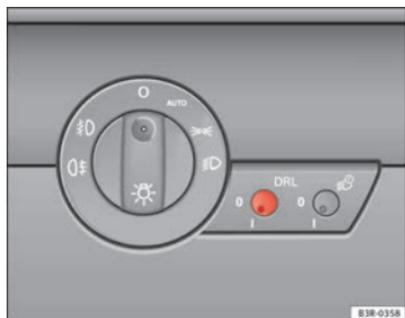

Fig. 89 Commande d'éclairage des feux de jour
- Appuyez brièvement sur le bouton ⇒ fig. 89 afin de le dégager de sa position de réglage.